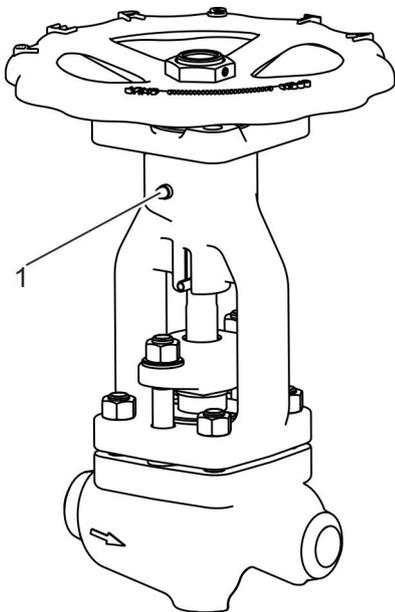

Abb. 21: Ausführung mit Schmiernippel
- Spindelgewinde und Lagerung über Schmiernippel (Abb. 21/1) abschmieren.